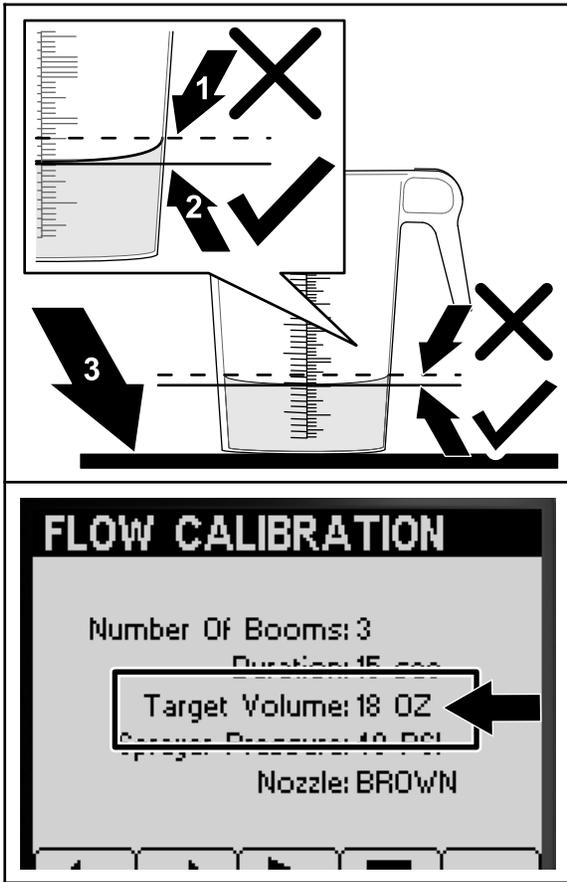

图 52
- 将刻度容器放到水平地面上观察液量图 52。
7. 对比带刻度接水容器中的水量与 InfoCenter 信息中心屏幕上显示的 Target Volume 目标液量图 52。